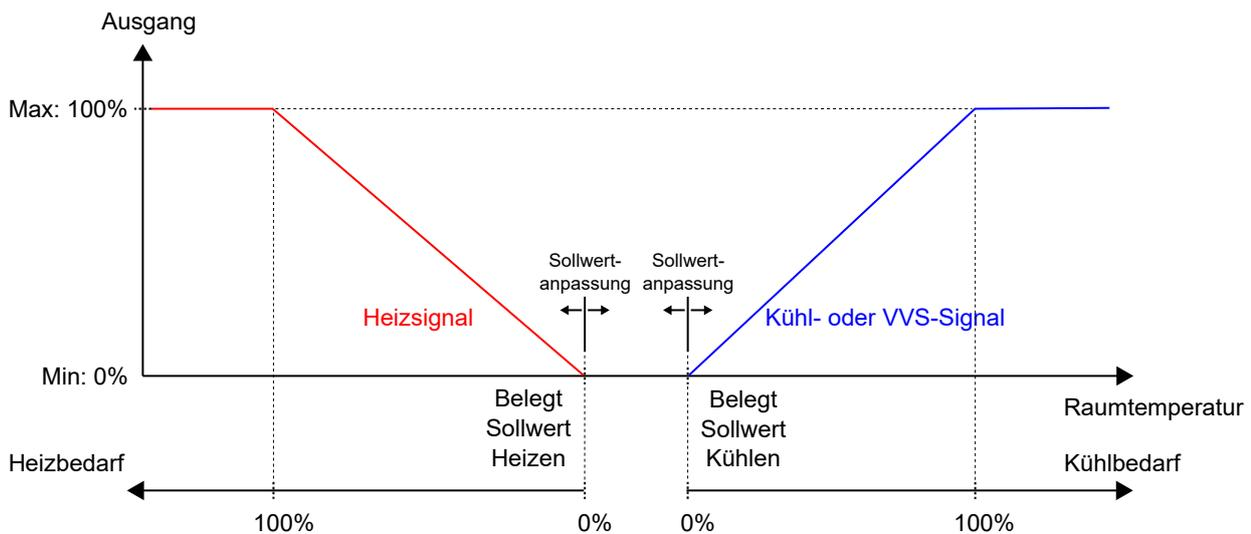

Bild 3-28 Regelverhalten für den Reglerstatus -Belegt- und -Bypass-.
*Bild 3-28* zeigt das Regelverhalten, wenn keine Ober- oder Untergrenzen für die Ausgangssignale eingestellt sind.